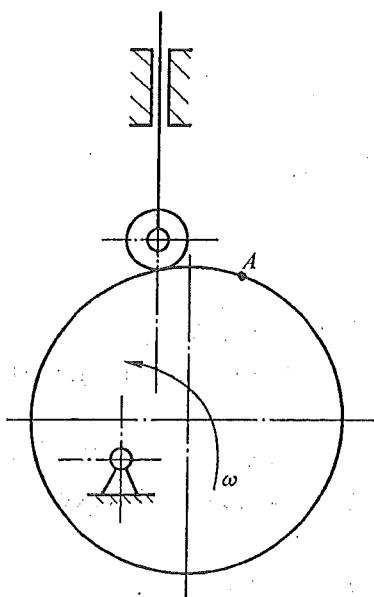

图 3-1
3-2 写出图 3-1 所示凸轮机构的名称, 并在图中作出(或指出): (1) 基圆半径 r_{\min} ; (2) 理论轮廓线; (3) 实际轮廓线; (4) 行程 h ; (5) A 点的压力角。